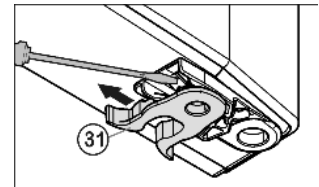

Fig. 7
- ▶ Veerklem Fig. 7 (31) verplaatsen: Sluitnok omlaag drukken, veerklem eroverheen en eraf trekken.